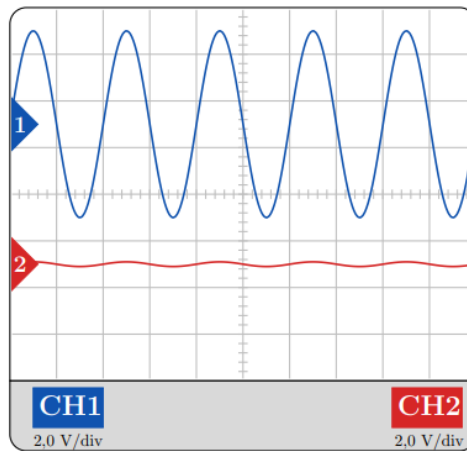

Figure 4. Écran d'oscilloscope
**Q.2.** Préciser le type d'interférences observé sur la figure 4 et justifier si celle-ci est associée à l'expérience 1 ou à l'expérience 2.